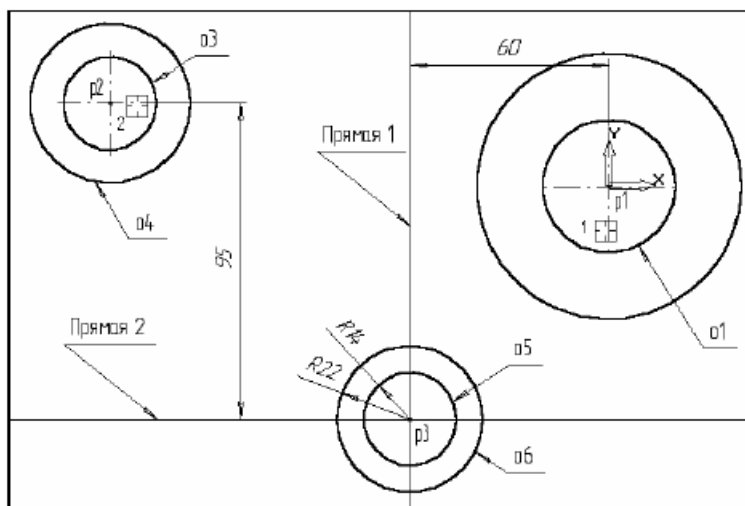

Рис. 3.3
6. С помощью команды **Параллельная прямая**  постройте вспомогательную прямую **1**, параллельную вертикальной оси симметрии окружности **o1** (мишень 1) на расстоянии 60 мм слева от нее, рис. 3.3.
7. Затем постройте прямую **2**, параллельную горизонтальной оси симметрии окружности **o3** (мишень 2) на расстоянии 95 мм вниз, рис. 3.3.
8. Постройте окружность **o5** с осевыми линиями и радиусом 14 мм. Положение центральной точки укажите в точке **p3** пересечения построенных вспомогательных прямых с помощью привязки **Пересечение**, рис. 3.3.